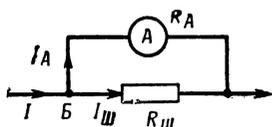

Рис. 231. Подключение шунта к амперметру
**Шунтом называется сопротивление, включаемое параллельно измерительному прибору (рис. 231).** Ток, подходя к точке Б,